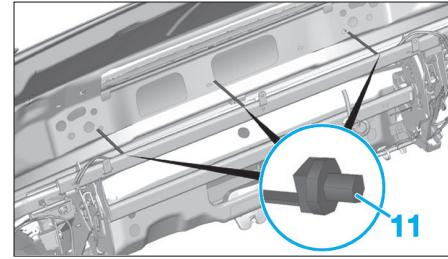

Fig. 119
• Ouvrir le coffre et déposer le clip (10) (Fig.119).